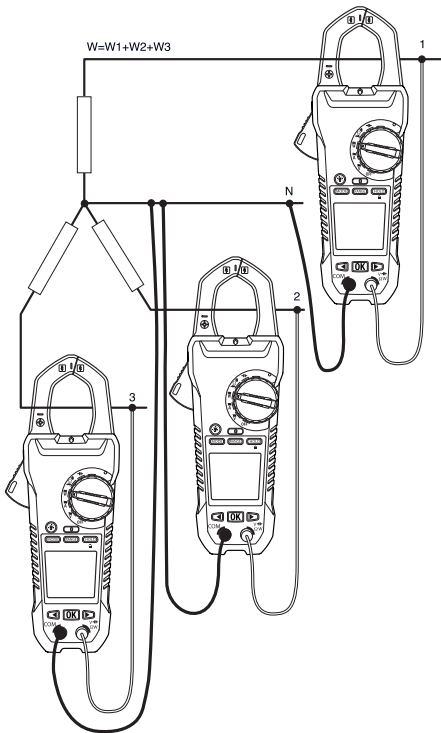

**Figuur 5.4** Driefasige driedraads-metingen
Het vermogen van een driefasige driedraads-deltaconfiguratie wordt gemeten in twee stappen, overeenkomstig Figuur 5.4. Het totaal vermogen is de som van de twee metingen:
3. Voer twee metingen van het actief vermogen uit, overeenkomstig Figuur 5.4.